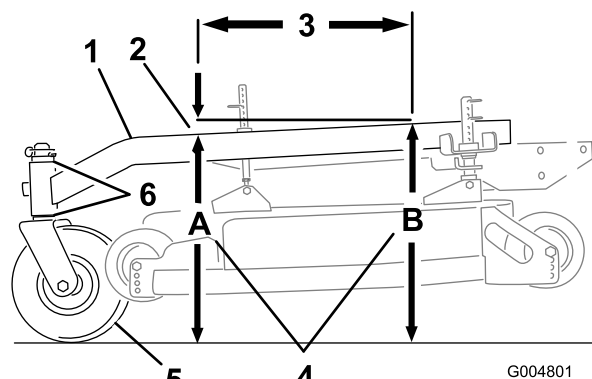

Figura 80
El bastidor de tiro debe tener una inclinación longitudinal de entre 3 mm (1/8 pulg.) y 9 mm (3/8 pulg.) a lo largo de 61 cm (24 pulg.) (Figura 80).
1. Mida 61 cm (24 pulg.) en el bastidor de tiro (Figura 80).
2. Mida la altura del bastidor de tiro en la posición **A** (Figura 80).
3. Mida la altura del bastidor de tiro en la posición **B** (Figura 80).
4. La altura en la posición **A** debe ser de 3–10 mm (1/8–3/8 pulg.) menor que la de la posición **B** (Figura 80).
5. Si la inclinación del bastidor de tiro no es la correcta, mueva los espaciadores de las ruedas giratorias para obtener una inclinación de 3–10 mm (1/8–3/8 pulg.) (Figura 80). Mueva espaciadores desde arriba o desde abajo para obtener la inclinación correcta.